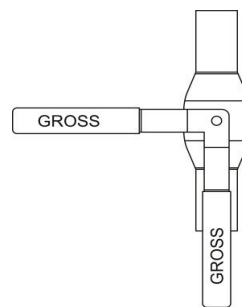

рис.1
3. Шаровые краны GROSS предназначены для использования в качестве запорной арматуры (рабочие положения полностью «открыто» и «закрыто» (рис.1). **ЗАПРЕЩАЕТСЯ** использование кранов в режиме регулирования потока, когда шар крана находится в каком-либо промежуточном положении.